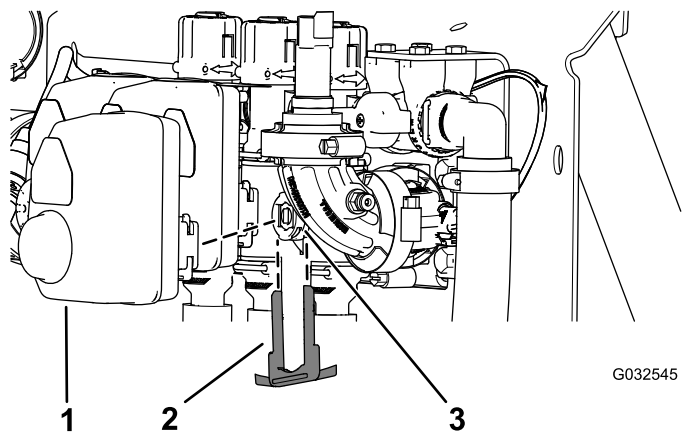

Bild 122
2. Entfernen Sie den Halter, mit dem der Aktuator am Verteilterventil für das Abschnittventil oder das Rührwerkventil befestigt ist (Bild 122).